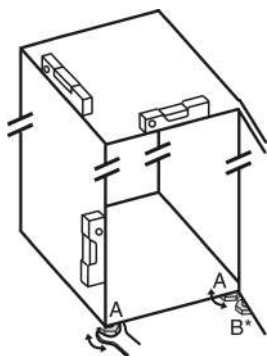

Fig. 4
- ▶ Atornillar las patas regulables Fig. 4 (A) con la llave fija adjunta y un nivel de burbuja hasta que el electrodoméstico quede bien alineado y nivelado.
- ▶ Desenroscar la pata regulable Fig. 4 (B) en el soporte de cojinete con la llave fija adjunta hasta que se pose en el suelo.
- ▶ Girar la pata regulable Fig. 4 (B) 90° más.